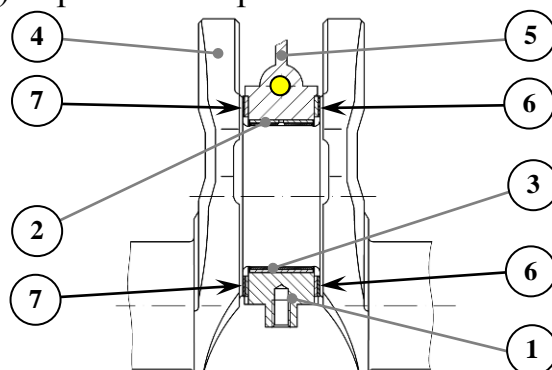

Рис.24. Средний коренной подшипник коленчатого вала:
**Упорный подшипник** коленчатого вала (рис.24). Осевое перемещение коленчатого вала ограничивается упорными полушайбами 6 и 7, расположенными по обе стороны средней (третьей) коренной опоры.